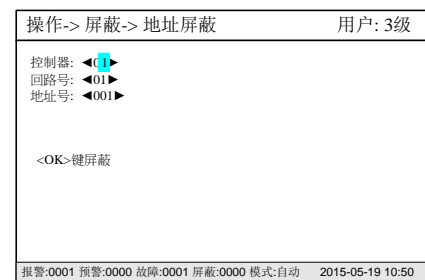

图 14-2
2. 主菜单显示。按“→”键选择“操作”子菜单（图 14-2），然后按“↓”键选择“屏蔽”，然后按“OK”键。